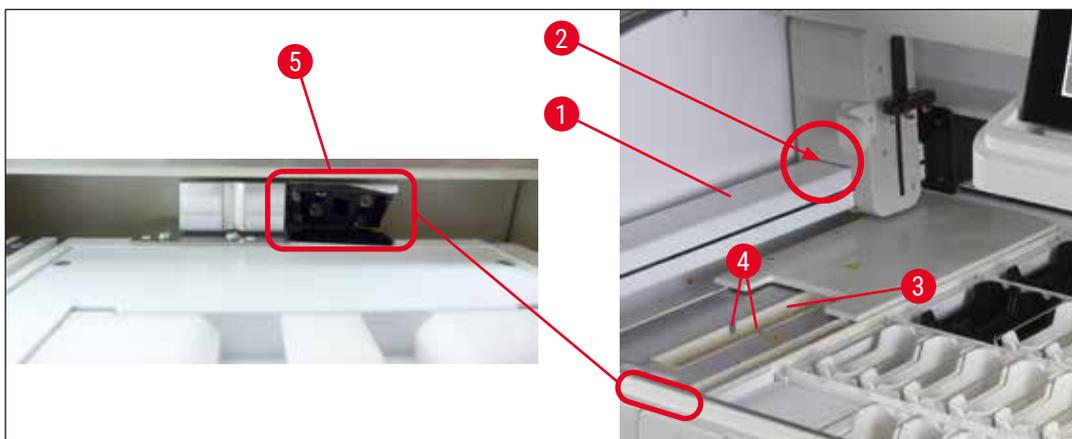

Fig. 95
- Ao usar o leitor do código de barras opcional, a abrasão dos racks de lâminas podem acumular no contador de lâminas ou próximo dele (→ "Fig. 95"). Portanto, essas áreas devem ser cuidadosamente verificadas pelo usuário durante a configuração diária do aparelho e, se necessário, limpas com um aspirador de pó. Não recomendamos o uso de um pano de limpeza para evitar espalhar partículas para outras áreas críticas do aparelho.